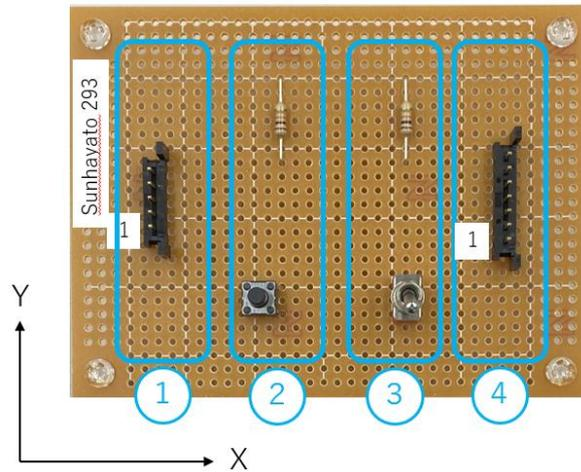

図2 入力回路基板① 部品配置図（仕様1の場合）
- (a) 表1に示す支給部品・材料を使用して入力回路を設計し、資料1「入力回路基板① 電気部品記号基準」に基づき、支給する方眼紙(A4版)に作図する。定規・テンプレートは使用可。
- (f) 入力回路基板①から制御用コンピュータ④への出力は、加速度センサー(1個、3軸出力)、タクトスイッチ(1個)、3Pトグルスイッチ(1個)とする。
- (g) 製作は図2に示すような部品配置に従い製作する。抵抗と各スイッチ位置の上下関係は定めない。
- (i) 設計した回路を資料2「入力回路基板① はんだ付け基準」に基づき製作する。
- (k) 入力回路基板①と3軸加速度センサー基板②をケーブルAで接続する。
- (l) 入力回路基板①と制御用コンピュータ④をケーブルBで接続する。